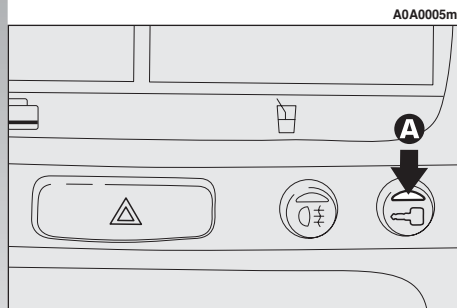

fig. 7
L'inserimento dell'allarme è preceduto da una fase di autodiagnosi caratterizzata da una diversa frequenza di lampeggio del led di deterrenza (**A-fig. 7**) posto su plancia. In caso di anomalia rilevata il sistema emette un ulteriore "BIP" di segnalazione.
Dopo l'inserimento, l'accensione lampeggiante del led di deterrenza (**A-fig. 7**) posto su plancia, indica lo stato di sorveglianza del sistema. Il led lampeggia per tutto il tempo in cui il sistema rimane in sorveglianza.
**AVVERTENZA** Nel caso che a disinserimento del sistema avvenuto il led di deterrenza (**A-fig. 7**) posto su plancia rimanga acceso (massimo 2 minuti o fino al posizionamento della chiave di avviamento su **MAR**) è necessario ricordare quanto segue:
Il led di deterrenza (**A-fig. 7**) posto su plancia si accende per circa 2 secondi a conferma dell'avvenuta esclusione della funzione.